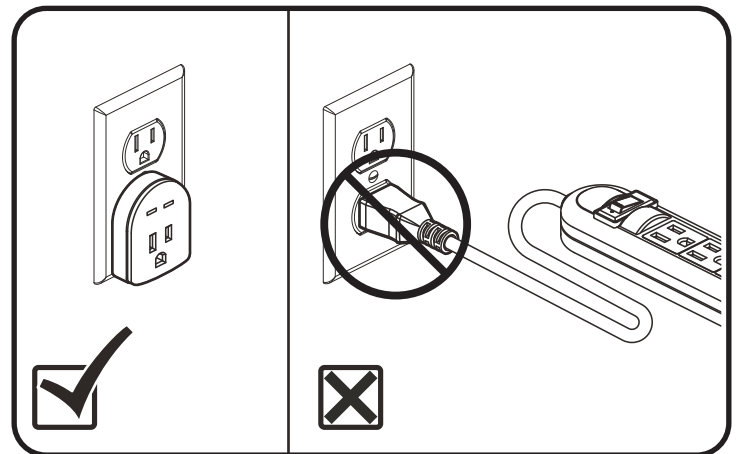

Figura 4.3 Protector contra sobretensiones
7. Enchufe el cable de alimentación directamente en la toma de pared. **¡No utilice cables de prolongación!** Vea la figura 4.3.
Vea la figura 4.3.